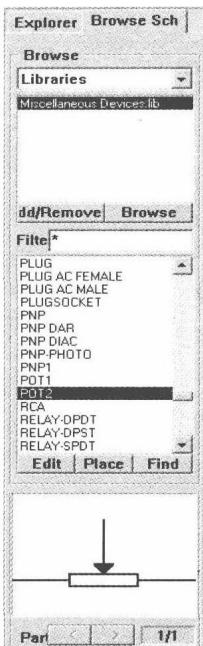

图 1-3 原理图系统装载入元件库
(3) 当文件选择完毕后，再单击对话框下方的“OK”按钮，完成元件库的加载。返回原理图系统中，在 Browse sch 浏览器中即可见到加载的元件库及元件库中的元件，如图 1-3 所示。